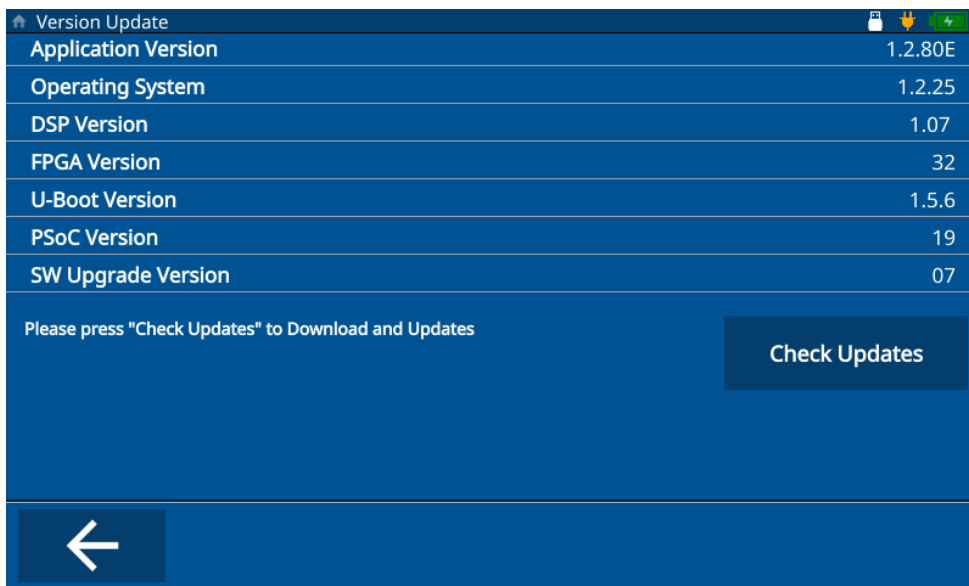

Figura 9-1 Tela de atualização do software
6. O instrumento exibe a versão do software atual na tela. Toque em **Check Updates** (Verificar atualizações) (consulte Figura 9-1 na página 78).